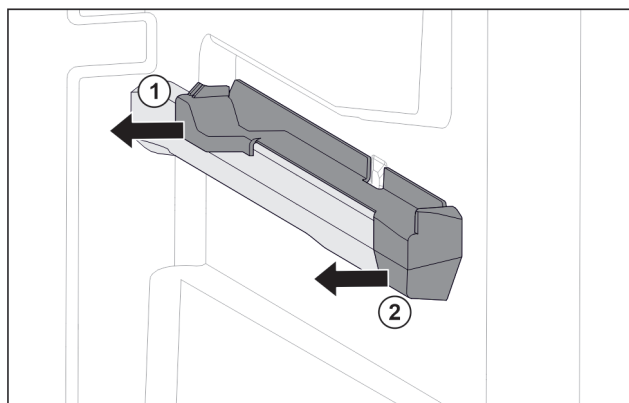

Fig. 79 Natični nastavek na desnemu nastavku za posodo
- ▶ Natični nastavek zadaj izvlecite v stran. *Fig. 79 (1)*
- ▶ Natični nastavek spredaj izvlecite v stran. *Fig. 79 (2)*